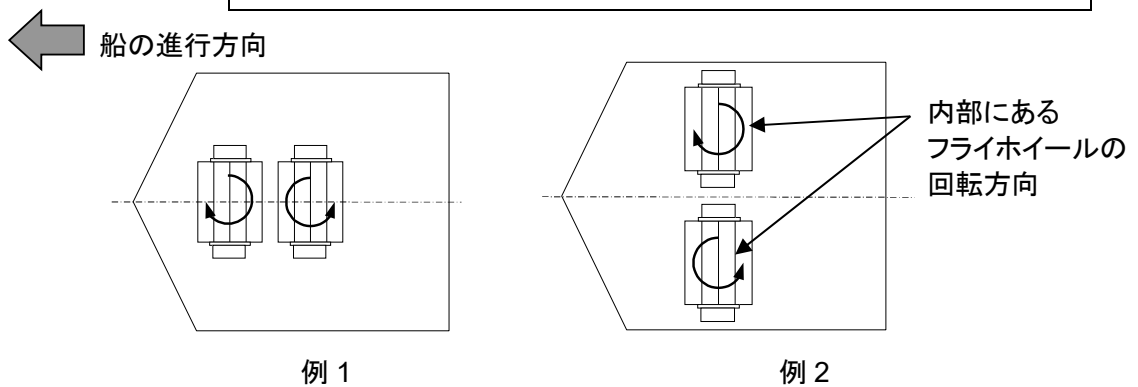

図 3-3 ARG 本体の取付方向例
- ③ARG 本体の取付は、船の進行方向に対して 図 3-3 のように長手方向が直角になるように配置して下さい。
④**ARG** を複数台設置する場合は、図 3-3 のように隣接する **ARG** の回転方向がそれぞれ対向するように取り付けて下さい。